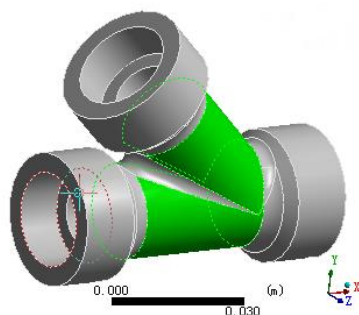

图 3-76 选择面
- 步骤 03** 单击图形工具栏中选择模式下的  Single Select ( 点选 ) 按钮,然后单击  ( 选择面 ) 按钮,单击鼠标左键点选如图 3-76 所示的面。